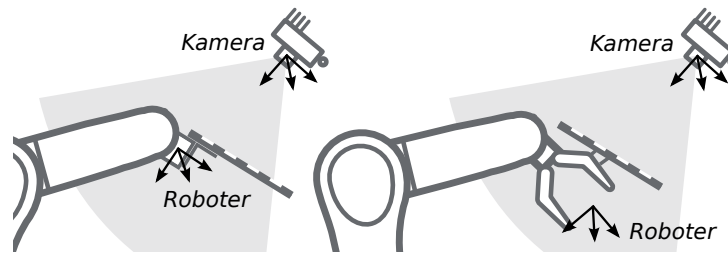

Abb. 5.19: Alternative Montageoptionen für die Befestigung des Kalibrierusters am Roboter
5.18 und Abb. 5.19 angegeben, angebracht werden.
Bemerkung: Für das Modul zur Hand-Auge-Kalibrierung spielt es keine Rolle, wie das Kalibriermuster in Bezug auf das benutzerdefinierte *Roboter*-Koordinatensystem genau angebracht und positioniert wird. Das bedeutet, dass die relative Positionierung des Kalibriermusters zu diesem Koordinatensystem weder bekannt sein muss, noch für die Kalibrierroutine relevant ist (siehe in Abb. 5.19).